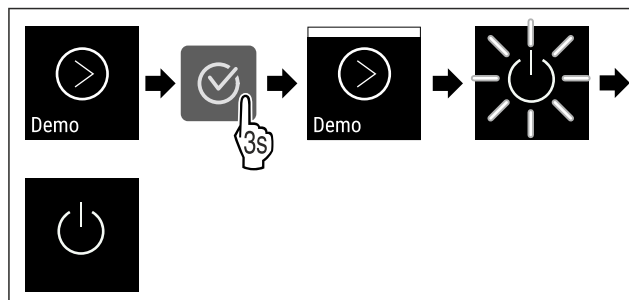

Fig. 110
- ▶ Wykonać czynności (patrz Fig. 110) .